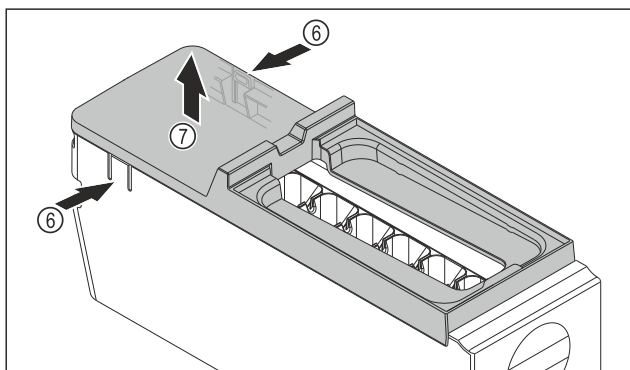

Fig. 83
- ▶ Rimuovere la copertura del corpo dell'EasyTwist-Ice: Con una mano, premere le linguette Fig. 83 (6) su entrambi i lati del corpo dell'EasyTwist-Ice.
- ▶ Con l'altra mano, estrarre verso l'alto la copertura Fig. 83 (7).